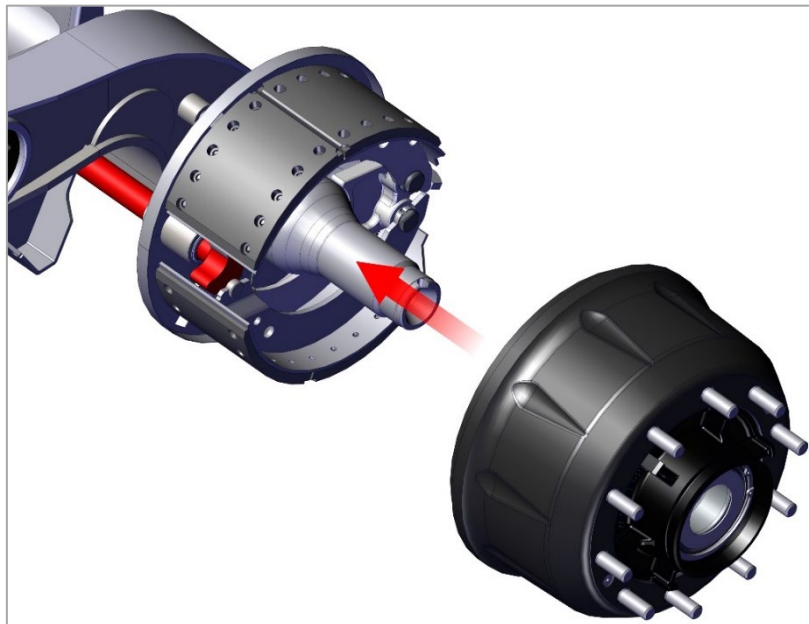

Рис. 12. Монтаж тормозного барабана.
1) Если ступица и барабан были сняты с оси, то выполняйте монтаж компонентов в порядке, обратном порядку снятия (рис. 12).